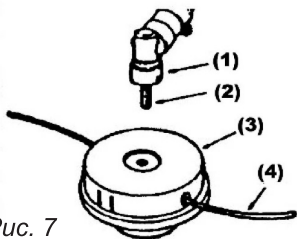

Рис. 7
4. Закрутите гайку (1) с помощью ключа (11). Резьбовое соединение имеет левую резьбу, поэтому закручивание произведите в направлении против часовой стрелки.
5.5. Установка кассеты с леской (рис. 7). Замена триммерной лески.